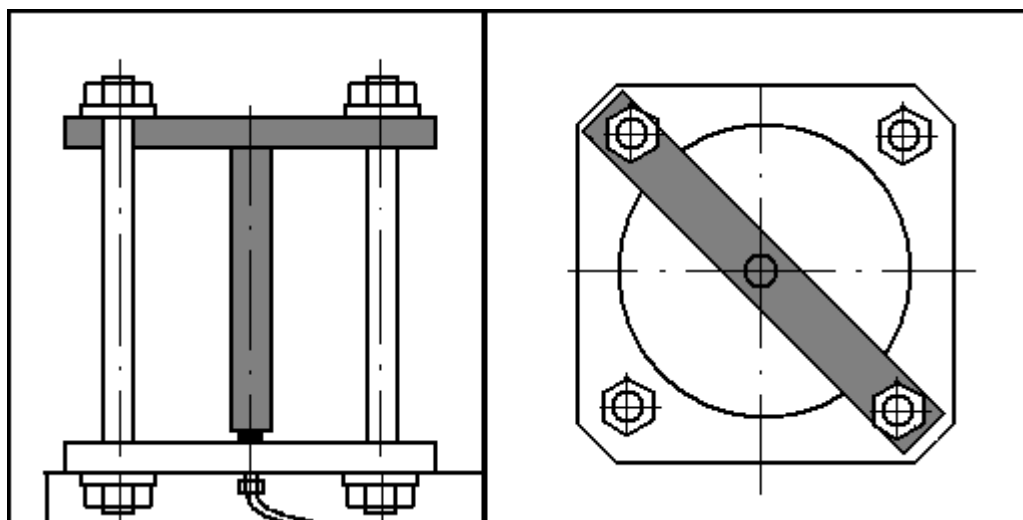

Рисунок 12 - Установка приспособления для проверки
3.2.5 Для проверки герметичности трубопроводов подвода воды к испытательным камерам в комплекте установки имеется приспособление (рис. 12).